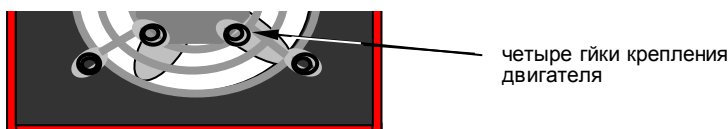

рис. 6
**Внимание !** Крыльчатка должна быть установлена выпуклой частью крыльев по направлению вращения рис.6.